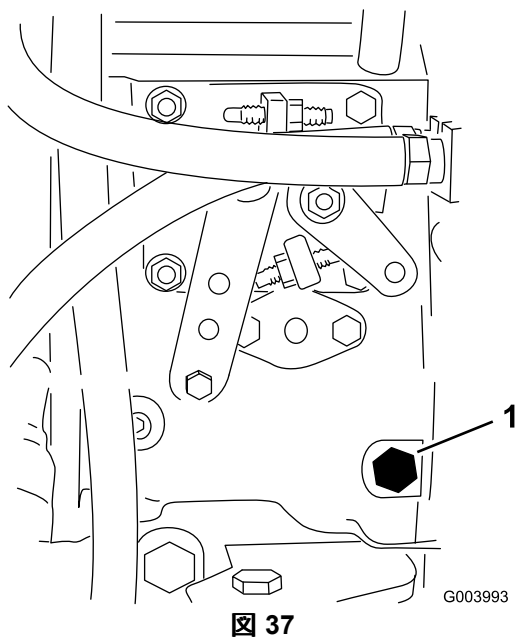

図 37
3. 燃料噴射ポンプ 図 37 についているエア抜きネジを、12mm のレンチを使って開く。